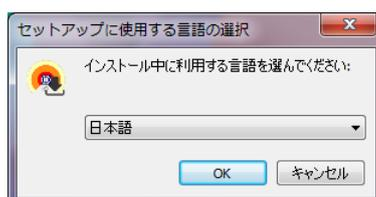

図 2-1 インストーラの言語選択画面
3. 図 2-1 の「OK」をクリックすると、「Area Designer」のインストール先を指定する画面が表示されます。特に指定が無ければ、「次へ」をクリックしてください。